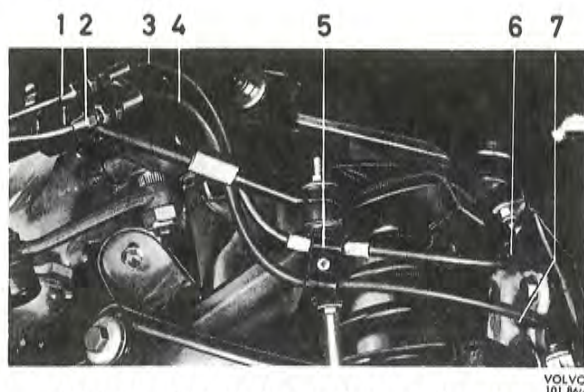

Bild 21. Främre bromsslangars dragning
3. Demontera klämman (5, bild 21). Lossa anslutningen (2) och nedre slangen (4) från konsolen. Sätt skyddskåpa på bromsledningarna för att förhindra onödigt läckage. Lossa anslutningen (6) för övre slangen från oket.
2. Montera slangarna och deras anslutningar och styrklämna som bild 21 visar. Det är viktigt att slangarna monteras på detta sätt, utan förspänning och med avlastade länkar.